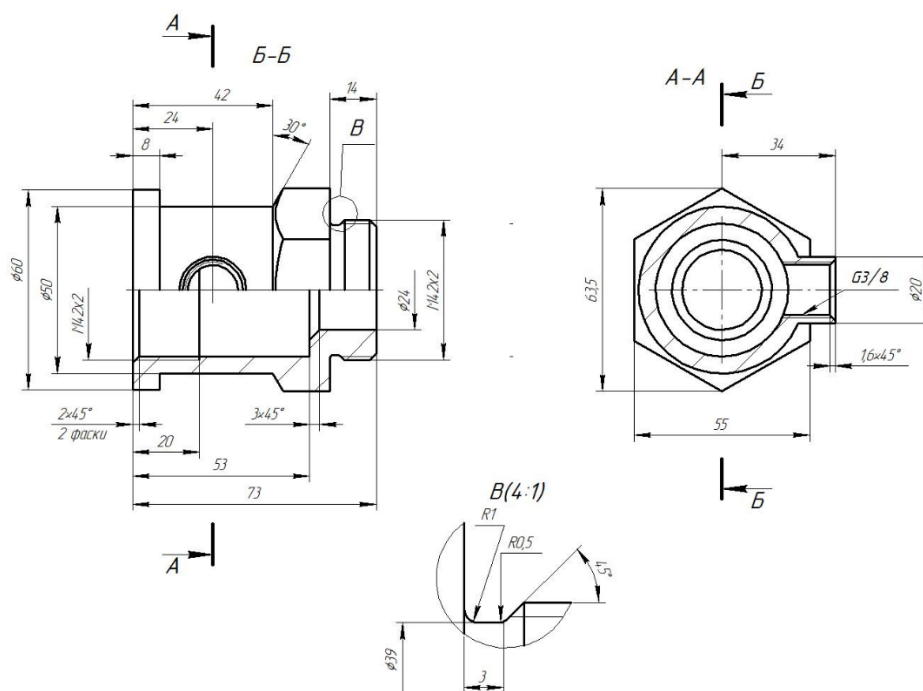

Рис. 1 Чертеж детали «Стакан»
- Создать электронную модель детали «Стакан», используя операции «Вращение» (рис. 1):